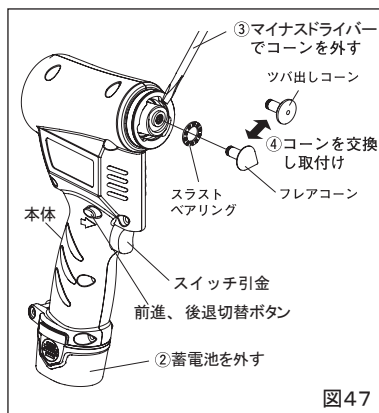

図47
(1) コーンの交換 (図47)
- ① 前進後退切り替えボタンを前進側へ押し、スイッチ引金を引いてフレアコーンをいっぱいまで前進させます。
- ② 蓄電池を取り外します。
- ③ フレアコーンと本体の間にマイナスドライバーを入れ、フレアコーンを抜き取ります。